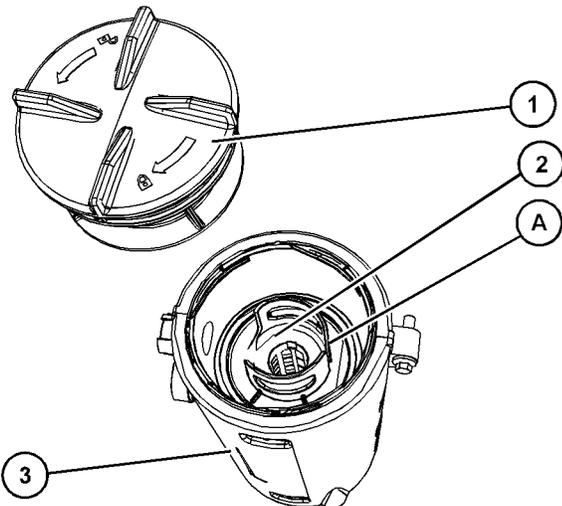

Abbildung 75
**Anmerkung:** Die Aussparung im Bereich (5) im Deckel ermöglicht den Zugriff auf den Dichtring.
4. Die alte Dichtung (4) entfernen und neue Dichtung einsetzen.
5. Neues Filterelement in das Entlüftergehäuse (3) installieren und das Filterelement auf die Position (A) ausrichten. Siehe Abbildung 75. Die Position (A) am Filterelement an Position (B) am Deckel ausrichten.